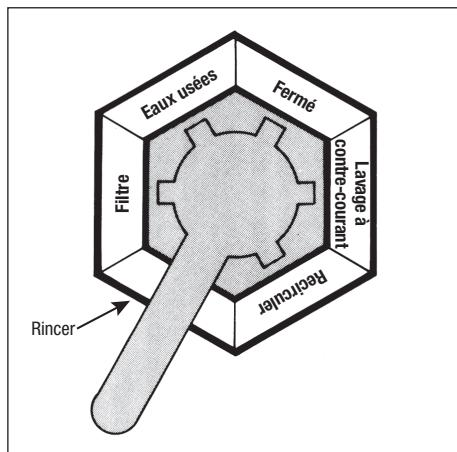

Figure 8. Positions de la poignée de la vanne de dérivation
1. Régler la vanne du filtre (inverseur à deux (2) ou trois (3) ports ou lavage à contre-courant) sur la position « FILTER ».
- Le débit d'eau à travers un filtre à TD est contrôlé par une vanne de lavage à contre-courant en option ou une vanne de dérivation à deux (2) ou trois (3) ports. 2. La poignée située au-dessus de la vanne de lavage à contre-courant ou de la vanne de dérivation peut être déplacée dans différentes positions. La fonction de chaque poste est décrite ci-dessous. Voir la Figure 8.
5. Voir la Figure 8 pour la disposition des grilles filtrantes dans l'ensemble de grille de filtre.